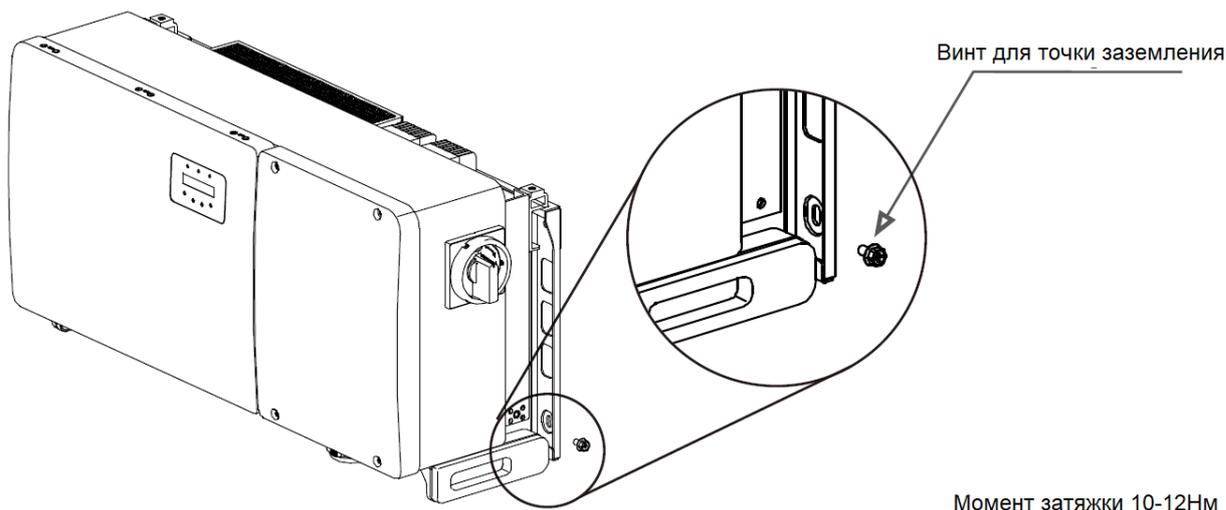

Рисунок 3.17 Фиксация заземляющего кабеля
6. Подключите кабель заземления к точке заземления на радиаторе инвертора и затяните винт с моментом 3Нм (см. Рисунок 3.17).